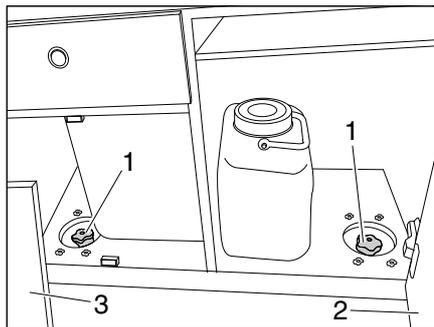

Bild 57 Sternschrauben lösen
- Schranktüre (Bild 57,2) und Klappe (Bild 57,3) öffnen.
- Durch die 2 Öffnungen greifen und die Sternschrauben (Bild 57,1) lösen.